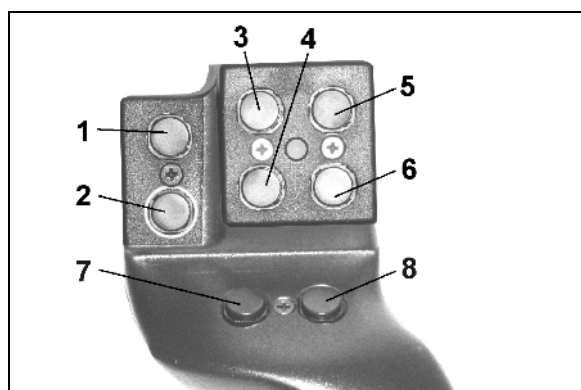
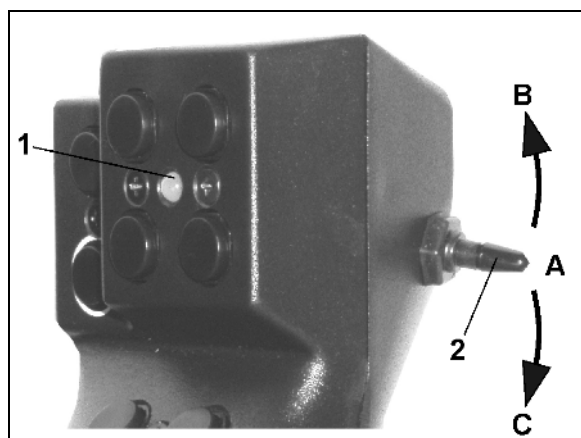

Рис. 112
Рис. 113
Для управления агрегатом джойстик (Рис. 112) оснащен 8 кнопками (1–8). Переключателем (Рис. 113/2) можно также изменить назначение кнопок (3 варианта раскладки).
-  среднем положении (Рис. 113/А) и может быть установлен
-  как в верхнее (Рис. 113/В), так и
-  в нижнее (Рис. 113/С) положение.
Положение переключателя отображается с помощью светодиодного индикатора (Рис. 113/1).